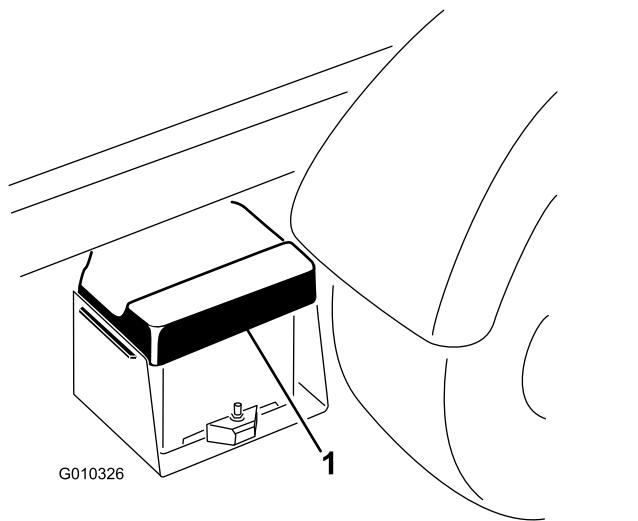

図 41
1. バッテリーカバーをたわめて、タブをバッテリーベースから外し、カバーをバッテリーから取り外す図 41。